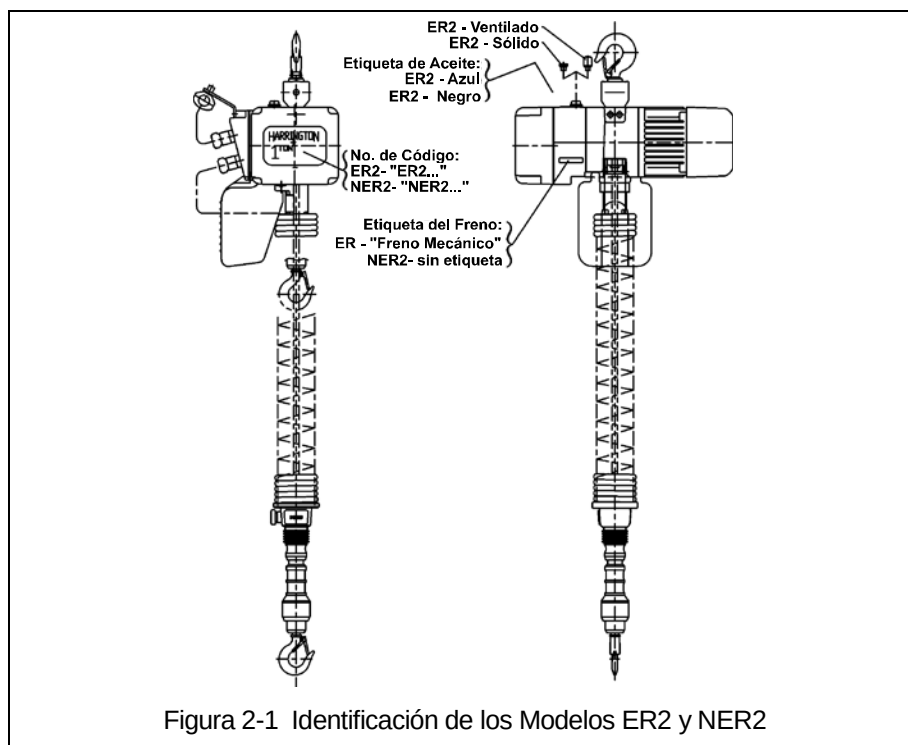

Figura 2-1 Identificación de los Modelos ER2 y NER2
2.1.2 Modelos ER2 y NER2: el polipasto/tecle KITO de las series ER2 está disponible en dos versiones, la ER2 y la NER2. Estas dos versiones están equipadas con diferentes opciones como equipo de norma. La NER tiene un mecanismo de embrague de fricción que proporciona una protección de sobreenrollamiento. La ER2 tiene una combinación de freno mecánico de carga y embrague de fricción. También tiene un medidor electrónico de conteo/horas en el circuito de control. Consulte la Figura 2-1 para ver las diferencias en apariencia entre el ER2 y el NER2.